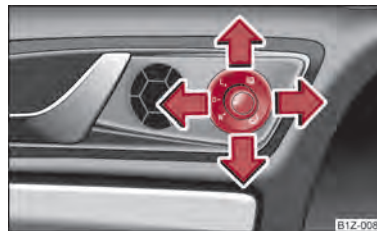

Fig. 41 Contre-porte : Bouton rotatif
- Faites tourner le bouton sur la position  ⇒ fig. 41.
Sur les véhicules avec mémoire pour le siège du conducteur, la surface du rétroviseur bascule légèrement vers le bas lorsque la marche arrière est enclenchée et que le bouton rotatif est positionné sur **R** ⇒ fig. 41. Ceci afin de bien voir le bord du trottoir en se garant.
- Si les rétroviseurs extérieurs ont été rabattus au moyen du bouton rotatif ⇒ fig. 41, vous ne pouvez les ramener sur la position normale qu'au moyen du bouton rotatif.